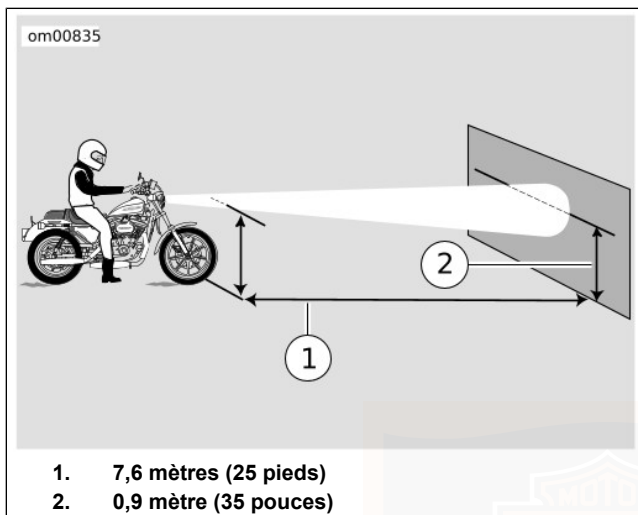

Figure 40. Alignement du phare : modèles Sportster
3. Voir la Figure 40. Placer la moto à 7,62 m (25 pi) d'un mur ou d'un écran. Mesurer la distance de directement en dessous de l'axe avant à la base de l'écran ou du mur.